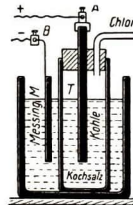

Abb. 427
**Einfacher Schulversuch** mit einer porösen Tonzelle *T* (Abb. 427), in die ein Kohlenstab *K* reicht. (*M* = Messingplatte.) Man scheidet damit leicht aus einer Kochsalzlösung das Chlorgas ab. [Vorsicht!]